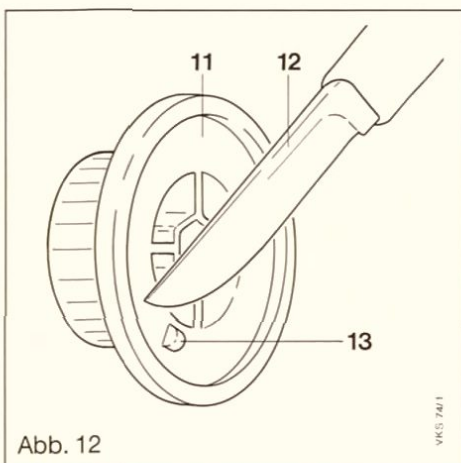

Abb. 12
- Drehkopf (11) des Kesseltemperaturreglers abnehmen (Abb. 12).
- Anschlagnocken (13) am Drehkopf (11) mit geeignetem Werkzeug (12) entfernen.
- Drehkopf (11) am Kesseltemperaturregler wieder anbringen.